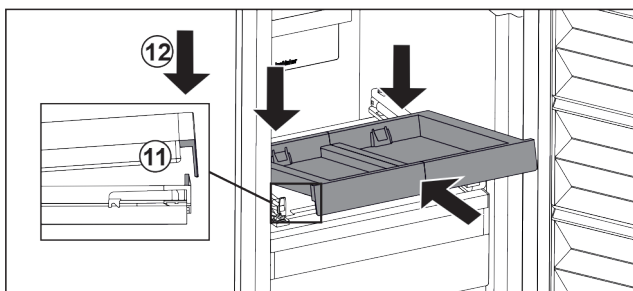

Fig. 121
- L'insérer en l'inclinant. Veiller à ce que, des deux côtés, la butée soit derrière la languette. Fig. 121 (11)
- Déposer le compartiment coulissant par l'avant. Fig. 121 (12)